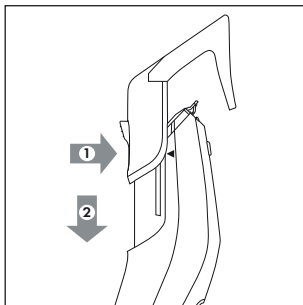

Fig. 2
- ◆ Para colocar um pente encaixável **10/11**, pressione-o sobre o aparelho na parte inferior à cabeça de corte **1**. Ao mesmo tempo, tenha atenção às calhas guia **3** laterais, à esquerda e direita. Desloque o pente encaixável **10/11** ao longo das calhas guia **3** para baixo (ver fig. 2). Ao mesmo tempo, mantenha pressionado o botão atrás junto ao pente encaixável **10/11**.